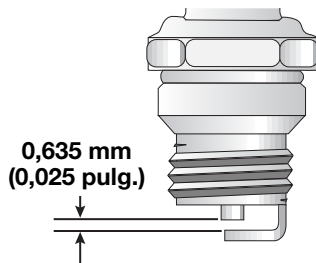

Fig. 39
3. Cambie las bujías que estén rajadas, sucias o deterioradas. Fije la separación de aire a 0,635 mm (0,025 pulgadas) utilizando un calibrador (Fig. 39).